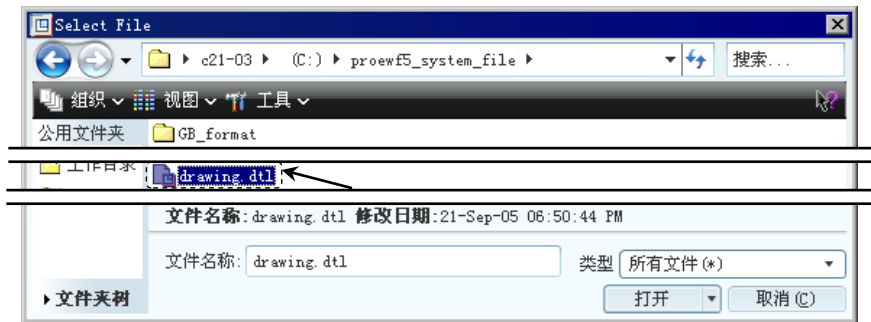

图 10.2.3 “选择文件”对话框
③ 在图 10.2.3 所示的“Select File”对话框中, 选取 C:\proewf5_system_file 目录中的文件 drawing.dtl, 单击该对话框中的 **打开** 按钮。
④ 单击“选项”对话框右边的 **添加/更改** 按钮。